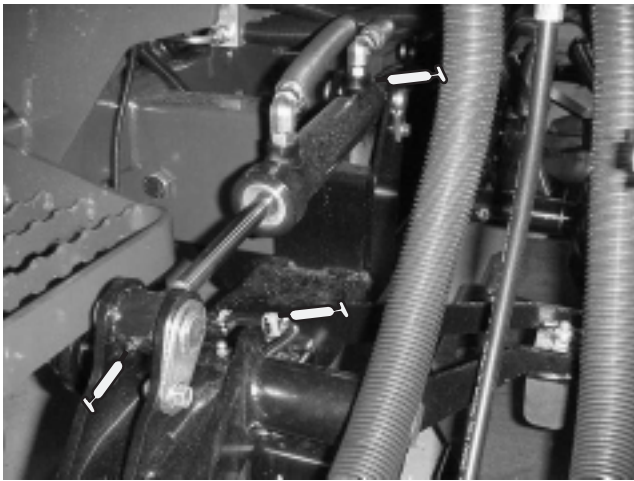

Bild 23
- Hubarmbüchsen (1 pro Mähwerk) (Bild 23)
- Hubzylinderbüchsen (2 pro Mähwerk) (Bild 23)